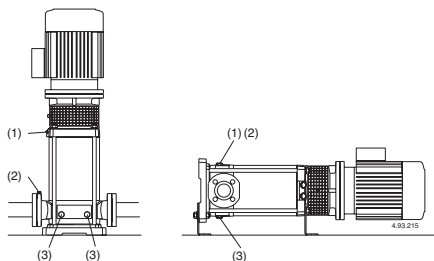

Fig. 4 (1) Remplissage et évent
Avec la  **pompe au dessus du niveau de l'eau** (fonctionnement en aspiration, **fig. 3A**) ou avec un niveau d'eau en charge non suffisant (inférieur à 1 m) pour ouvrir le clapet de non-retour, remplir le tuyau d'aspiration et la pompe à travers du trou approprié (1) (**fig. 4**).
(2) Event aspiration
(3) Vidange
Avec le **niveau d'eau côté aspiration sur la pompe** (fonctionnement en charge, **fig. 3B**), remplir la pompe en ouvrant lentement et complètement la vanne sur le tuyau d'arrivée, en tenant ouverte la vanne de refoulement et les bouchons (1), (2) (**fig. 4**) pour purger l'air.
**Pendant le remplissage ouvrir les bouchons (1), (2) seulement au cas où le liquide qui arrive ne présente pas de risques par sa nature, température ou pression.**
Serrer les bouchons d'évent (1), (2) (**fig. 4**), pour MXV-B, MXV(L) 25-32-40 et MXV(L)4 25-32-40 serrer la vis-éponge (14.17) dans le bouchon de vidange (14.12) (**fig. 4b**) et fermer l'évent (14.04).
Si l'on constate une perte d'amorçage (interruption du flux au refoulement, bien que les vannes soient ouvertes) ou si l'on note une oscillation de la pression indiquée par le manomètre, repurger le tuyau d'aspiration (2), vérifier que tous les joints du tuyau d'aspiration soient parfaitement étanches et fermer les bouchons de purge (2) et les bouchons de vidange (3) sur l'aspiration (**fig. 4**).
Si possible comme dans le cas d'utilisations temporaires avec des liquides sales, faire fonctionner la pompe avec de l'eau propre pour éliminer les dépôts. Préférer le rinçage immédiat de la pompe avec de l'eau propre (environ 40 litres), remplir par le bouchon (1) sur le refoulement et vidanger par le bouchon (3) sur l'aspiration (fig. 4.).
Avant le démontage, débrancher la pompe de toutes sources d'alimentation électrique, fermer les vannes d'aspiration et tuyaux de refoulement et vider le corps de pompe (Fig. 4).